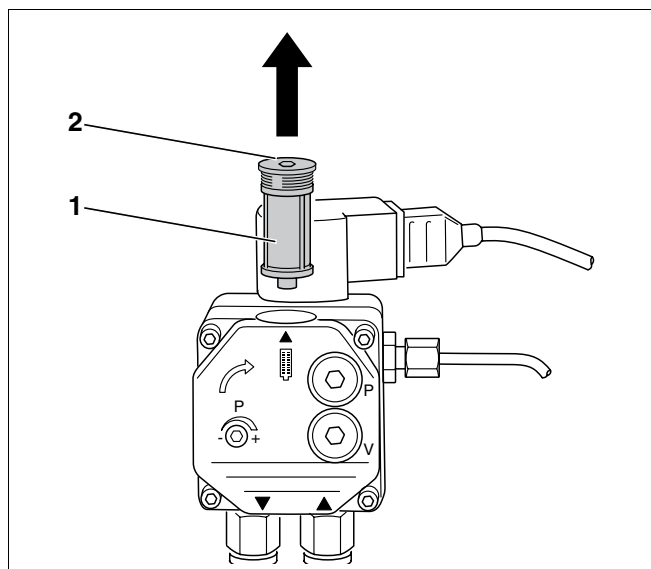

Fig. 21 Testarea filtrului pompei de combustibil lichid – Pompa de combustibil lichid Danfoss
- Se slăbește șurubul cu cap hexagonal (Fig. 21, **Poz. 2**).
- Se scoate afară în sus (Fig. 21, **Poz. 1**) filtrul pompei de combustibil lichid.
- Se curăță filtrul pompei de combustibil lichid (Fig. 21, **Poz. 1**) cu neofalină, se înlocuiește, după caz, și se reinstalează în pompa de combustibil lichid.